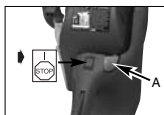

Fig. 9A
1. Pentru pornirea ferăstrăului împingeți întrerupătorul (EIN/AUS = DESCHIS ÎNCHIS) pe poziția EIN (I) (DESCHIS) (Fig. 9A).